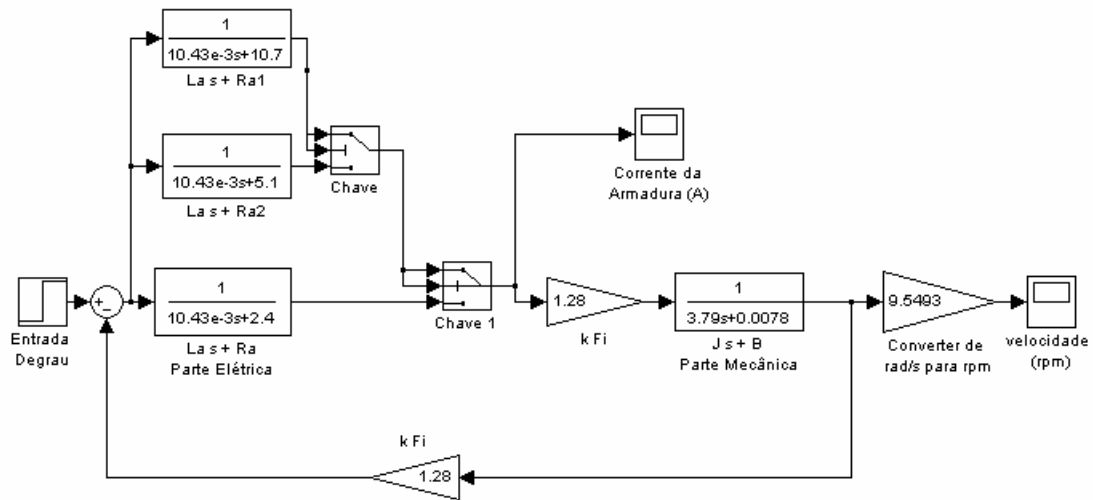

Figura 8 - Diagrama em blocos com inclusão de resistor de partida um dois estágios: 8,3 Ω e 4,14 Ω
- 15) Repita o procedimento do item 17, mas deixe o resistor de partida no circuito até a corrente de armadura cair a 5 A. Obtenha os gráficos de corrente de armadura x tempo e velocidade do rotor x tempo.
- 16) O modelo mostrado na figura 8 inclui um resistor de partida com dois estágios: 8,3 Ω e 4,14 Ω. Trace $I_a \times t$ e $\omega \times t$. Comente os resultados obtidos.